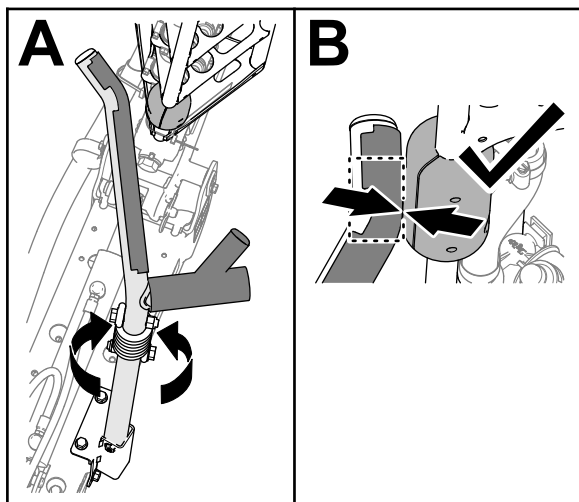

Рисунок 117
4. Поворачивайте опору в сборе до тех пор, пока изгиб трубы опоры не совместится с подвижным блоком на верхней трубе наружной стрелы (Рисунок 117).
Примечание: Блоки должны касаться опоры в месте изгиба ее верхней трубы (Рисунок 117).